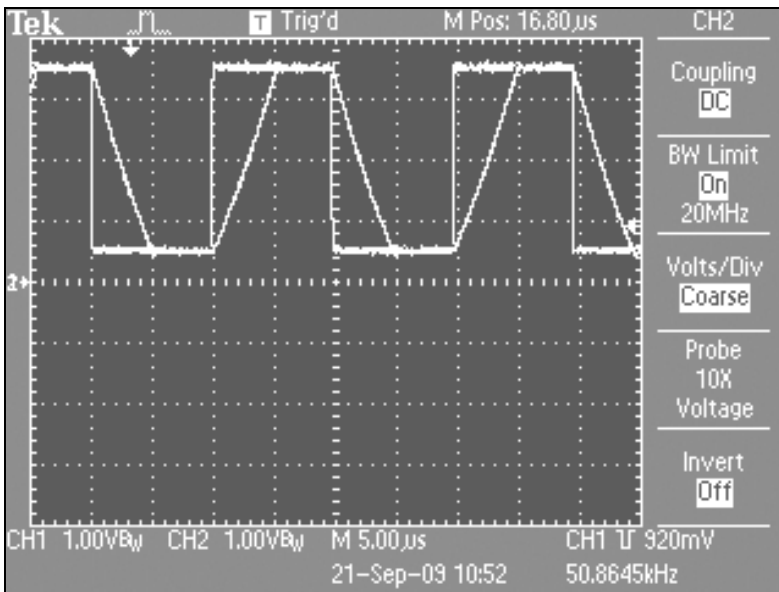
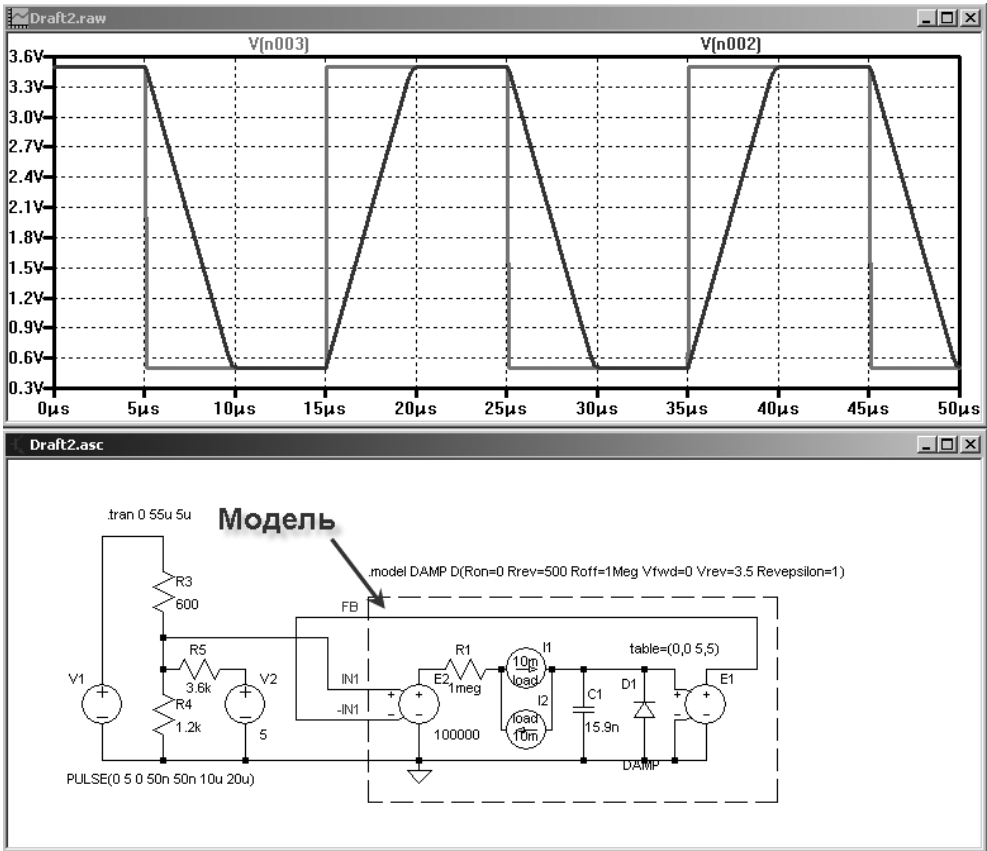

Рис. 7.14. Экспериментальные осциллограммы усилителя ошибки
Рис. 7.15. Улучшенная модель усилителя ошибки
ния, а на его неинвертирующий вход (IN1) подается последовательность прямоугольных импульсов. По искажениям сигнала на выходе (FB) усилителя можно судить о максимальной скорости изменения его выходного напряжения. На рис. 7.14 показаны экспериментальные осциллограммы на ножках IN1 (желтый цвет) и FB (синий цвет) ШИМ-контроллера TL494. В соответствии с экспериментальными данными максимальная скорость изменения выходного напряжения составляет $3 \text{ В} / 5 \text{ мкс} = 0.6 \text{ В/мкс}$. Чтобы ограничить максимальную скорость нарастания выходного напряжения, модель усилителя ошибки необходимо привести к виду, изображенному на рис. 7.15.